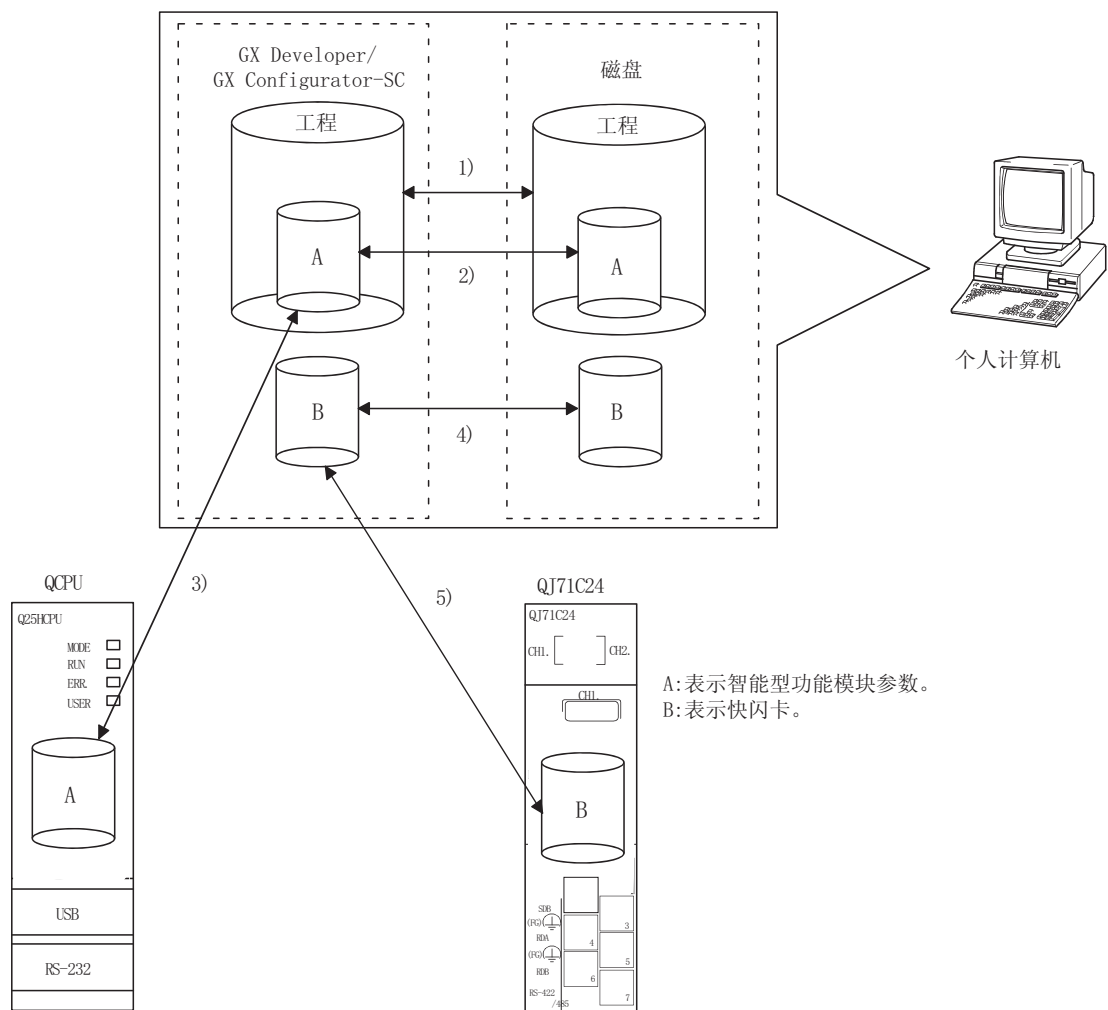

图 8.1 实用程序包中创建的数据相关图
对于在实用程序包中创建的下述数据/文件, 也可以通过 GX Developer 的操作进行处理。对各个数据/文件以何种操作进行处理的情况如图 8.1 所示。
- (b) 通过以下的操作执行图 8.1 中所示的 1)~3)。
(b) 通过以下操作执行图 8.1 所示的 4)、5)。